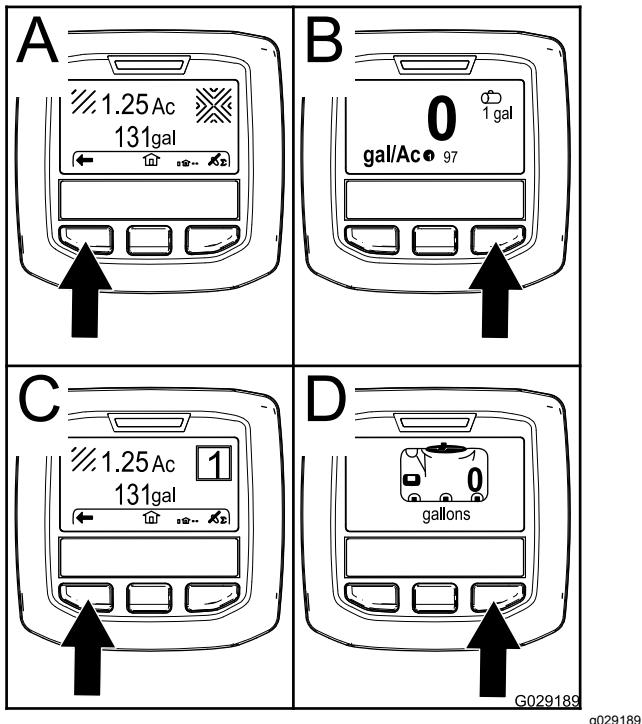

Figure 19
- Bouton de sélection droit : **Superficie totale pulvérisée** (A de Figure 19)
- Bouton de sélection droit : **Débit de pulvérisation** (B de Figure 19)
- Bouton de sélection gauche : **Sous-superficie pulvérisée** (C de Figure 19)
- Bouton de sélection gauche : **Volume de la cuve** (D de Figure 19)